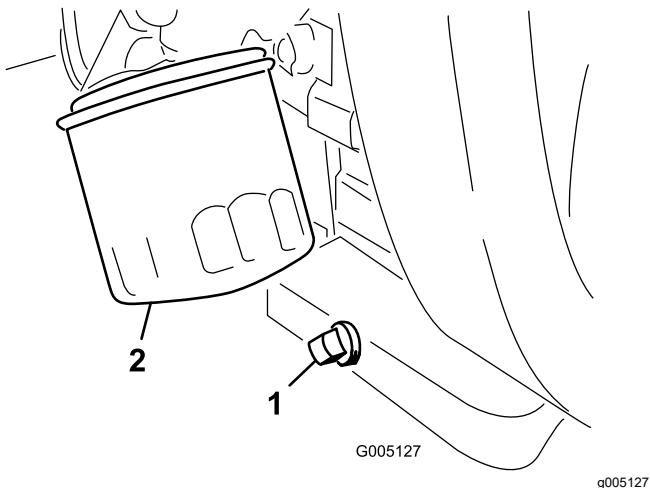

図 34
- ドレンプラグ 図 34 を外してオイルを容器に受ける。
- ドレンプラグのねじ山をきれいにして PTFE シーラントを巻き付ける図 34。
- オイルフィルタ図 34 を外す。